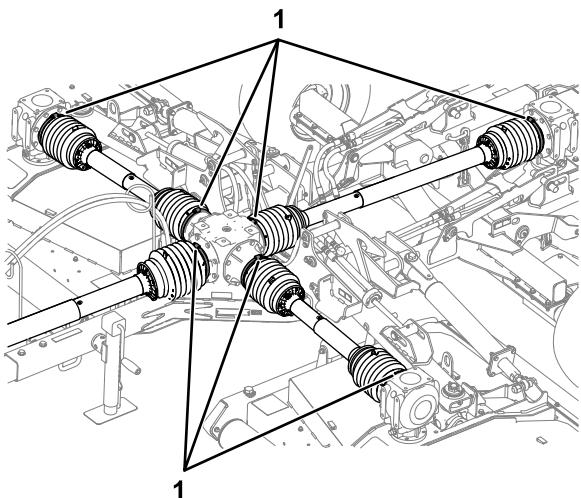

Figura 22
7. Compruebe que las 7 abrazaderas sujetan con firmeza los protectores del árbol de transmisión a las cajas de engranajes de la carcasa y central (Figura 22).